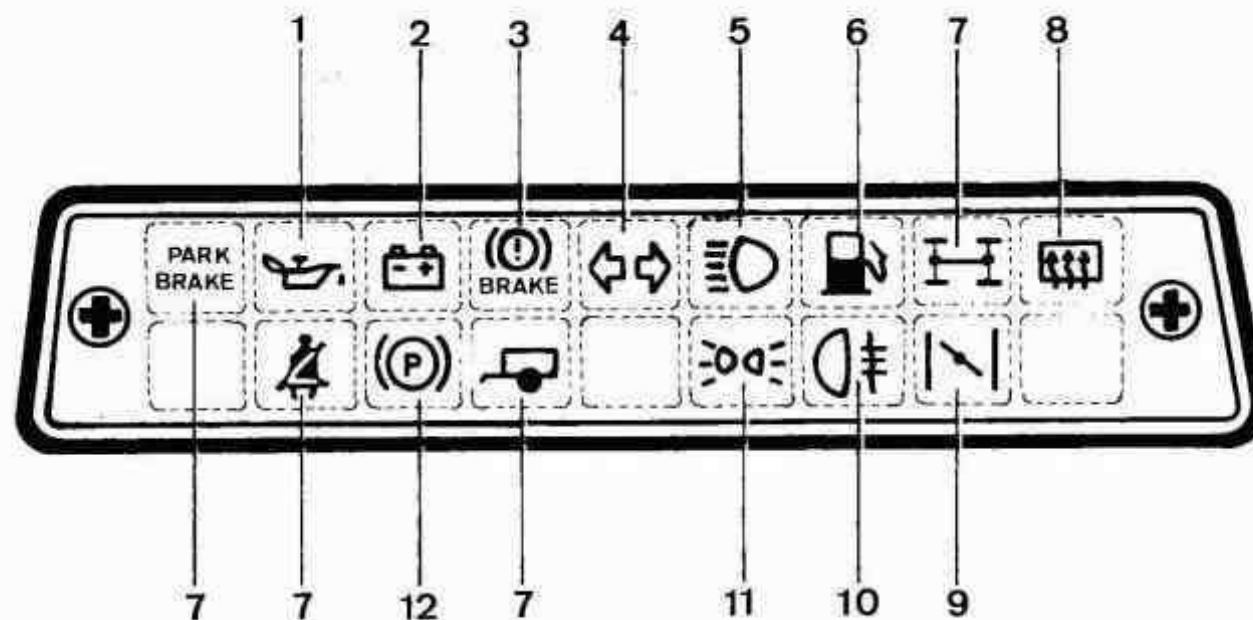
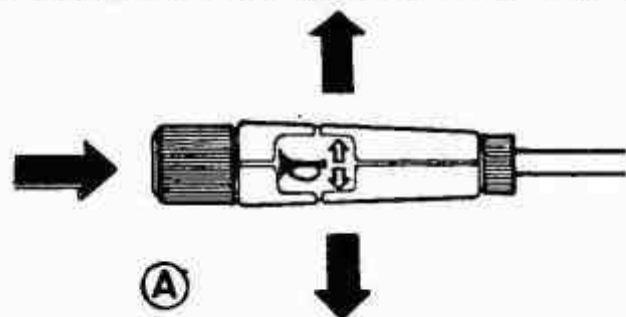
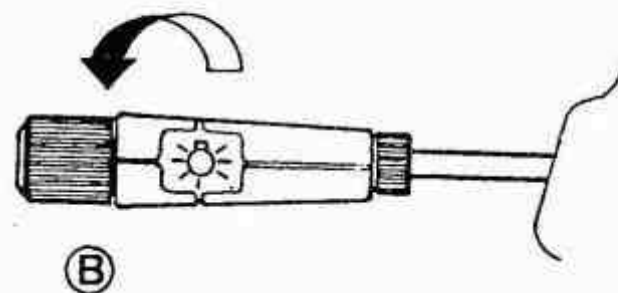

Fig. 39. Señales luminosas de aviso
Fig. 41. Desplazamientos de la palanca para hacer funcionar la intermitencia y el claxon.
Fig. 42. Primer giro para conectar la luz de situación.
Si se aprecia un rápido descenso de la presión de aceite, observe la señal luminosa (1) (Fig. 39). Si ésta se encuentra encendida, detenga inmediatamente el vehículo, pare el motor y póngase en contacto con un servicio SANTANA para que le revisen el sistema de engrase. Si aprecia un descenso rápido de la presión de aceite, pero la señal luminosa (1) permanece apagada, lo más probable es que se trate de un problema en el sistema eléctrico del indicador. Deténgase en el servicio SANTANA más próximo.
- Al colocar la llave de contacto en la posición 2.ª, asegúrese de que se enciende la señal luminosa de aviso (1) (Fig. 39).
SEÑALES LUMINOSAS DE AVISO (Fig. 39)
Se enciende cuando se gira el conmutador de luces a la posición (B) (Fig. 42), indicando que están funcionando las luces de situación, luz de matrícula y luz del tablero de instrumentos.
Con la llave de encendido en la posición (M), baje la palanca para señalar el viraje hacia la izquierda y súbala para señalar el viraje hacia la derecha. La luz de aviso (4) (Fig. 39) indica el funcionamiento de la intermitencia. Una vez finalizado el viraje, la palanca regresará a la posición neutra.
Existen tres posiciones. En la posición (A) (Fig. 41) todas las luces se encuentran apagadas. Girando la palanca en sentido contrario a las agujas del reloj, segunda posición (B) (Fig. 42) se encienden las luces de situación, matrícula, cuentakilómetros e indicadores. Al mismo tiempo también se enciende la señal luminosa de aviso (11) (Fig. 39), situada en el panel de instrumentos.
Al seleccionar la luz «larga», se enciende la señal luminosa de aviso (5) (Fig. 39), situada en el panel de instrumentos, indicando así el funcionamiento de este alumbrado.